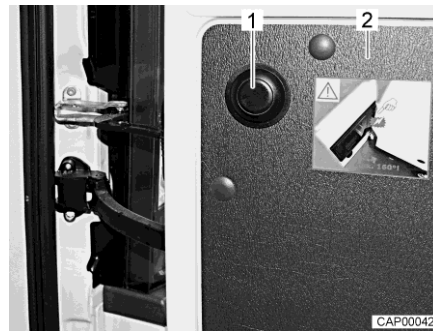

Fig. 15 Bouton-poussoir pour annuler la limitation
- Ouvrir à fond la porte arrière (Fig. 15,2).
- Appuyer sur le bouton-poussoir (Fig. 15,1) maintenir la porte arrière et continuer de l'ouvrir avec précaution.